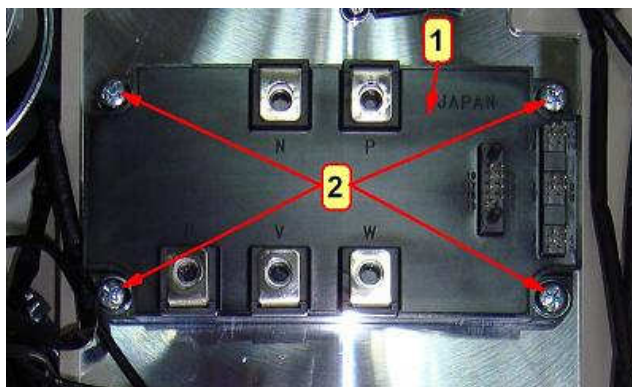

Рис.7.25
7.14.4. Вкрутить четыре винта 2 (рис. 7.25) для предварительного крепления матрицы IGBT.